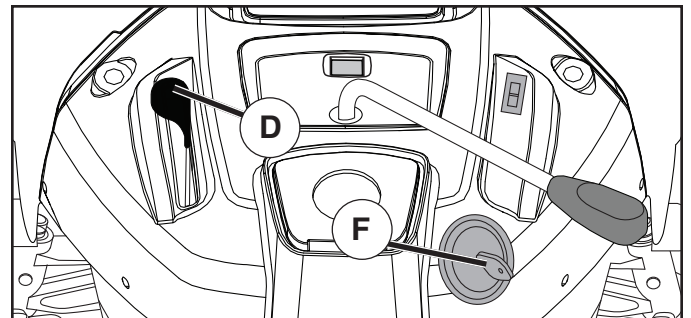

Fig. 10
USO DO ACELERADOR (D) (Veja Fig. 10)